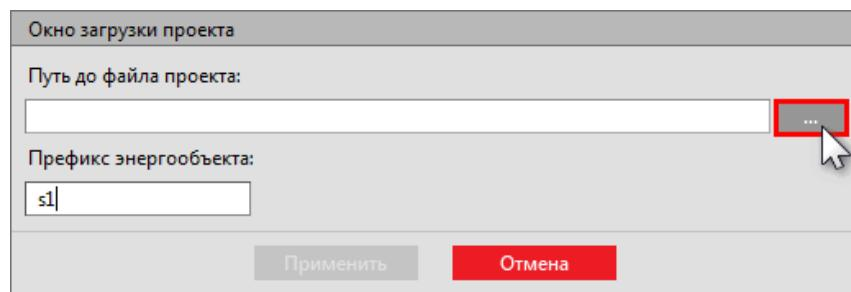

Рисунок 77 - Окно загрузки проекта
- Нажмите «...» и выберите файл проекта в формате *.ppf (Рисунок 77). Префикс энергообъекта оставьте по умолчанию.